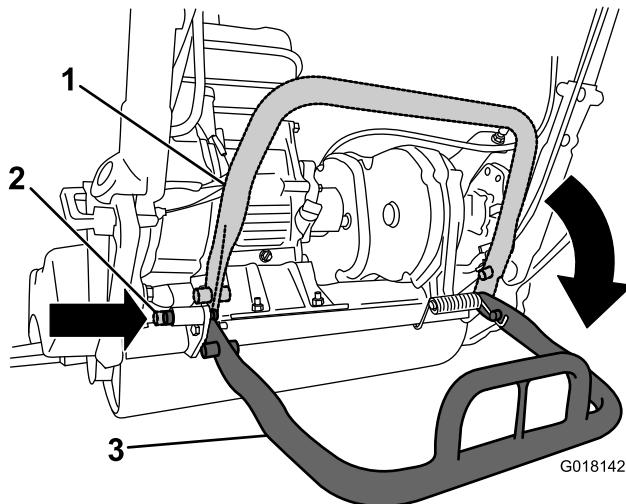

図 3
2. キックスタンドを下げる、ロッキングピンを差し込んでキックスタンドを整備位置に固定する（図 3）。ロッキングピンで機体を支える。